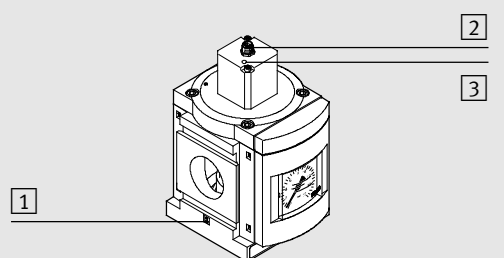

Рис. 1
- Следите за направлением потока от 1 к 2. Изображения 1 на корпусе изделия и на монтажной плате (→ рис. 1) помогут ориентироваться.